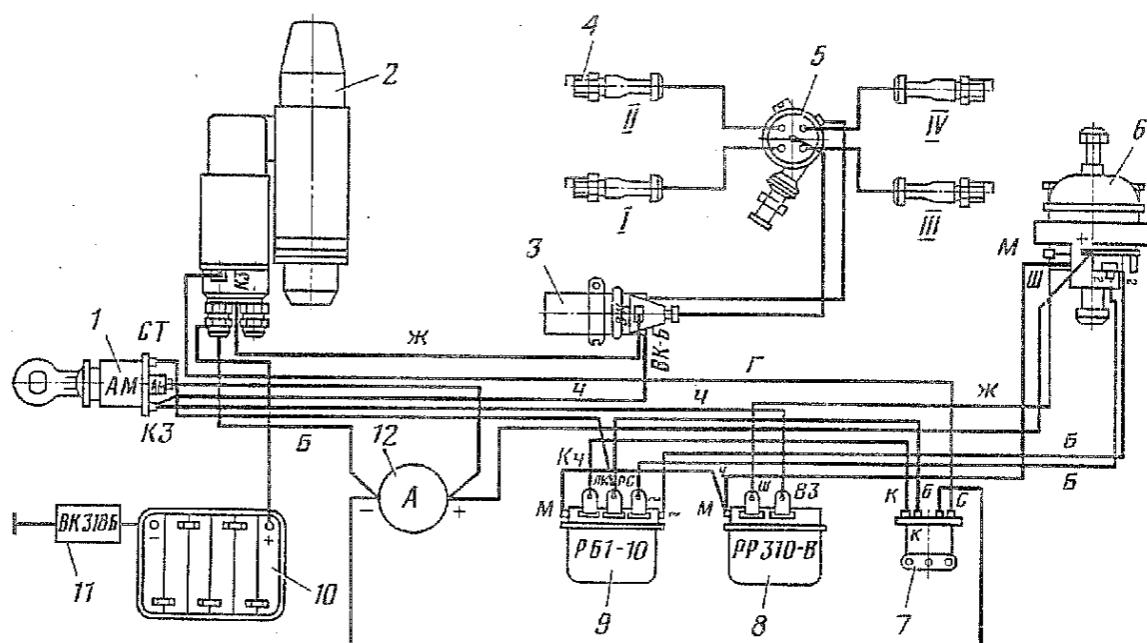

Рис. 91. Электрическая схема системы зажигания:
4.2. Присоединить к выводам реле блокировки наконечники проводов согласно электрической схеме системы зажигания (рис. 91).
- 3.2. Подсоединить к выводам Ш (рис. 91) регулятора желтый провод пучка проводов от генератора и закрепить винтом с пружинными шайбами (отвертка  $150 \times 0,5$ ).